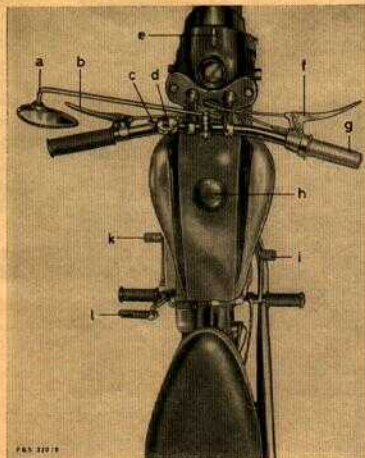

Bild 1
1. Die **Belüftung** des Getriebes wird durch die Sechskantschraube am Tachometerantrieb (siehe a Bild 1) hergestellt. Damit beim Transport an dieser Stelle des Motors kein Getriebeöl ausfließen kann, wird über diese Sechskantschraube ein Gummiring geschoben. Vor der Inbetriebnahme des Fahrzeuges muß dieser Gummiring entfernt werden, da sonst ein Druckausgleich im Getriebe nicht stattfinden kann, und unter Umständen Getriebeöl durch die hohlgebohrte Hauptwelle nach außen gedrückt wird.
Gas wegnehmen, auf Leerlauf schalten. Zündung ausschalten (Unterbrecherschalter e Bild 1). Kraftstoffhahn schließen.